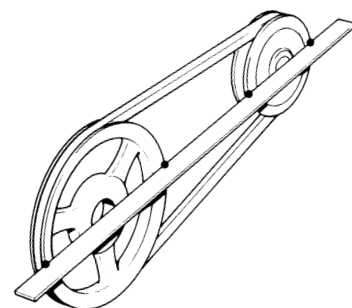

Fig. 41 Ajuste de las poleas de la correa de transmisión
- Después de ajustar la tensión y apretar las tuercas de fijación del motor, asegúrese de que ambas poleas estén perfectamente alineadas entre sí, lo que evita un excesivo desgaste de la correa. Sujete una regleta de modo que esté en contacto con las poleas de la correa (ver la Fig. 41): la regleta deberá tener cuatro puntos de contacto con las poleas, en caso contrario, debe reajustarse el motor.